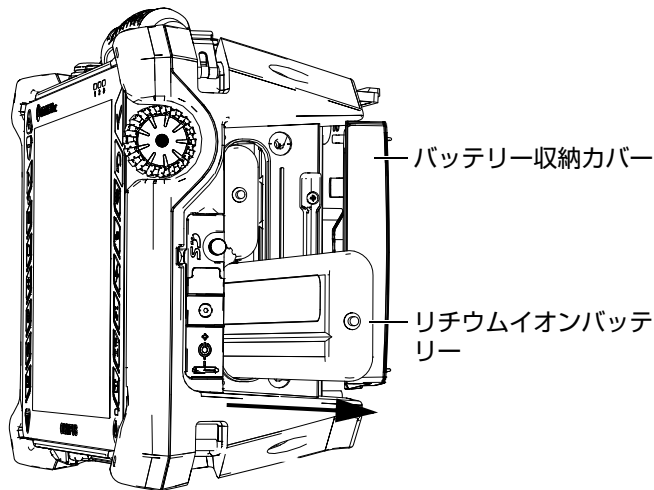

図 2-5 リチウムイオンバッテリーの取り外し
2. つまみを引っ張り、バッテリーを取り外します (46 ページの図 2-5)。